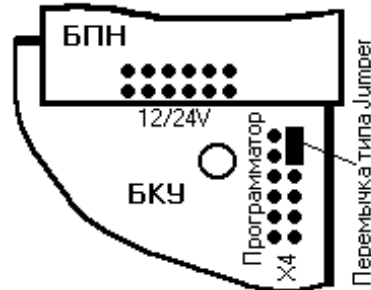

Рис. 1. Установка перемычки
4.2.2.2 Светодиоды БВИ сгруппированы по назначению индикации (см. рис. 1 и 2 приложения В):
На передней панели приборов расположен блок БВИ со светодиодными индикаторами текущего состояния (Приложение В, рис. 1 и 2). Светодиоды сгруппированы по назначению индикации (см. п. 4.2.2.2).